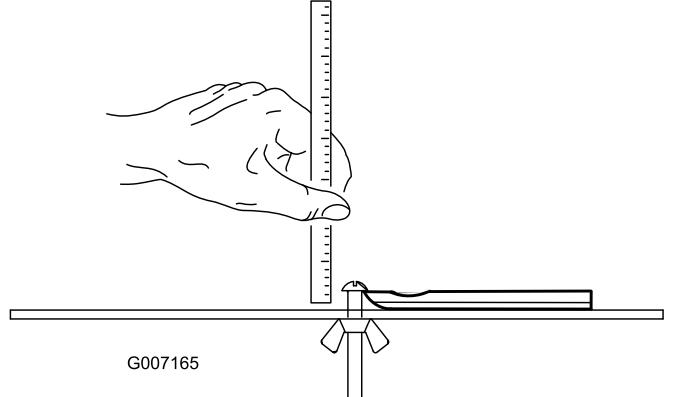

Bild 26
**Hinweis:** Alle Werte für das Untermesserwartungslimit beziehen sich auf die Unterseite des Untermessers (Bild 26)